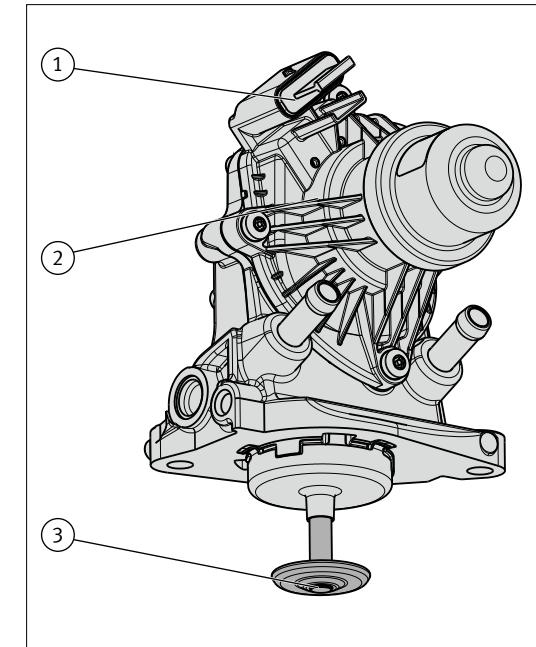

Abb. 1/Fig. 1/Puc. 1/图1
- 安装前,将电气接头与 EGR 阀的外壳插头 (1) 插接 (图 1)。
- 选择服务功能“更换 EGR 阀”。由此给 EGR 阀通电。可以看出,阀盘 (3) 被拉入阀壳 (2) 一小段。